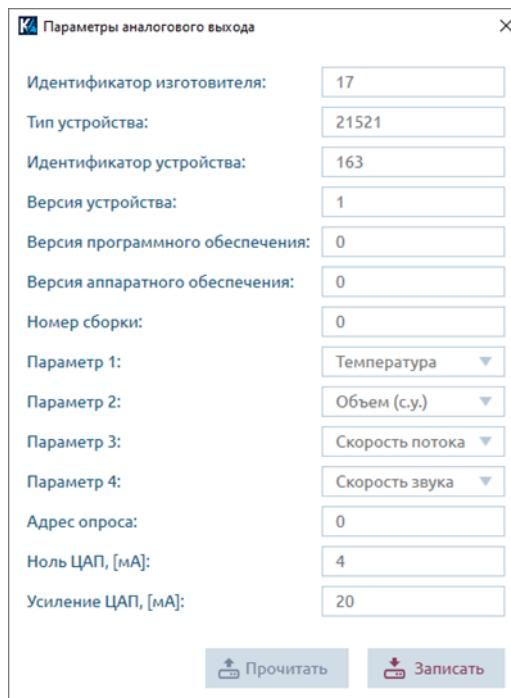

Рисунок 42 – Меню параметров аналогового выхода
- в меню «Параметры аналогового выхода» (рисунок 42) задайте необходимые настройки.